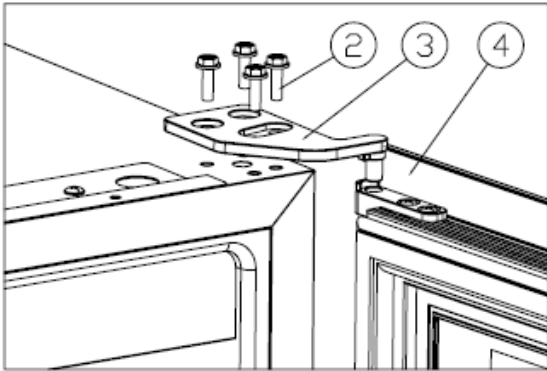

Figure 1
Dévissez les vis M5*16 (2), démontez la charnière supérieure droite (3) et retirez la porte.[Figure 1].